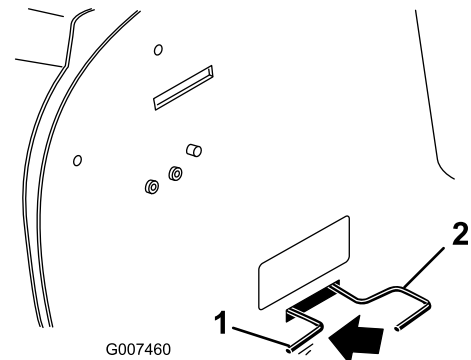

Figure 13
5. Insérez la tige de commande de transmission et poussez-la vers la gauche pour la bloquer en position (modèle 70186 uniquement) (Figure 13).